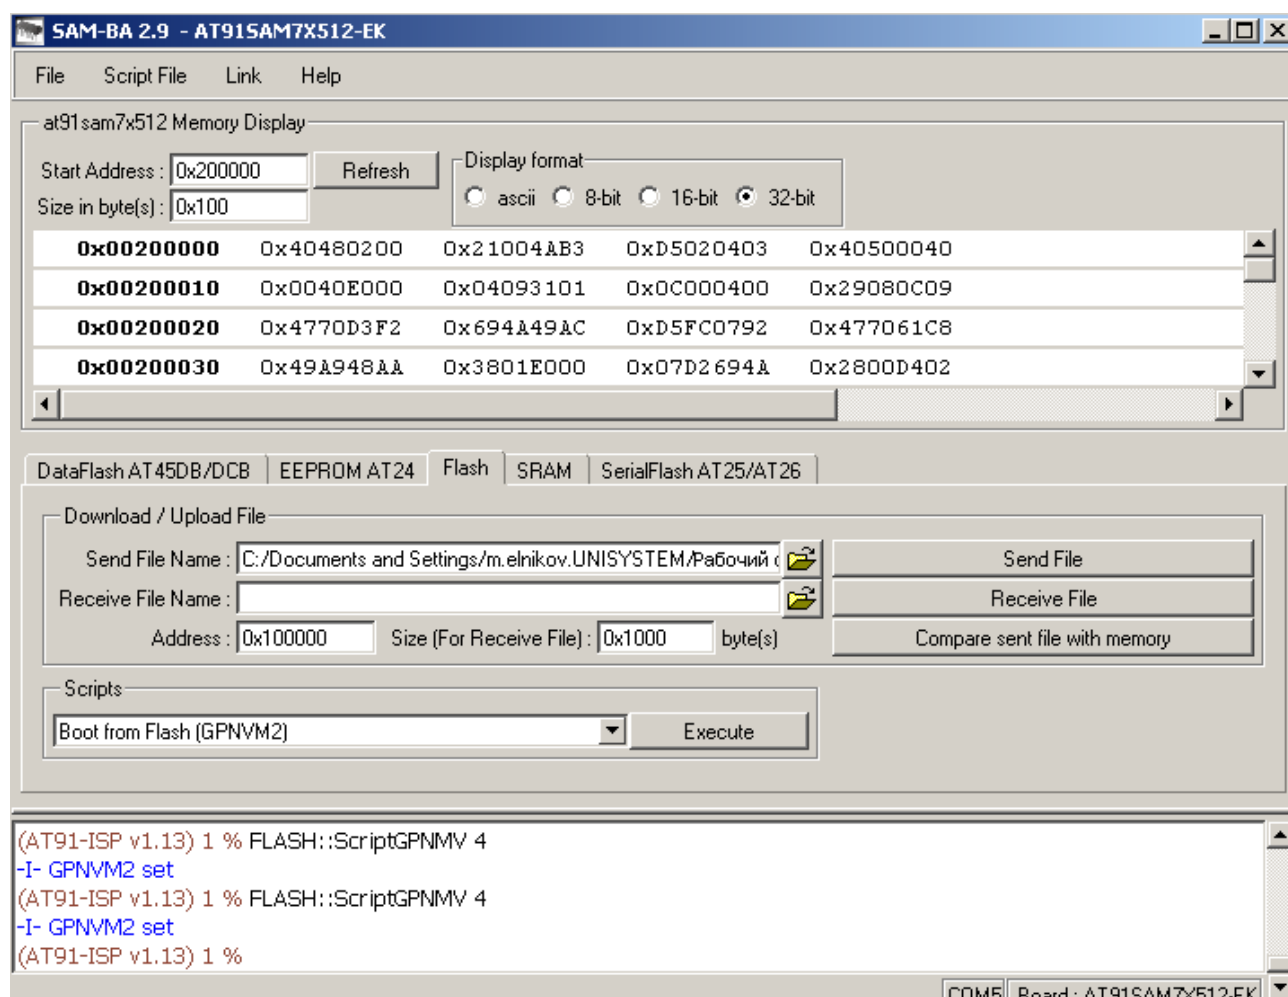

*Рис. 15*
3.3.10 Затем появится следующее окно (см. рис. 15).